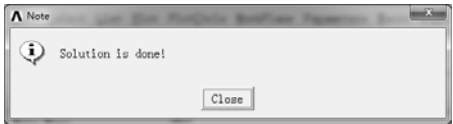

图 9-119 “Note” 对话框
4) 单击 “Solve Current Load Step” 对话框中的 “OK” 按钮，程序开始求解，求解完成后弹出 “Note” 对话框，如图 9-119 所示。单击 “Close” 按钮关闭。